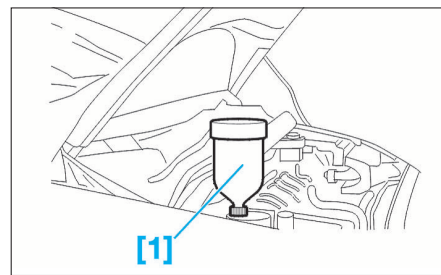

FIG. 27
- [1]. Cylindre de charge ref : 0173-2 (Fig.27).
- Monter le cylindre de charge [1] sur l'orifice de remplissage (Fig.27).